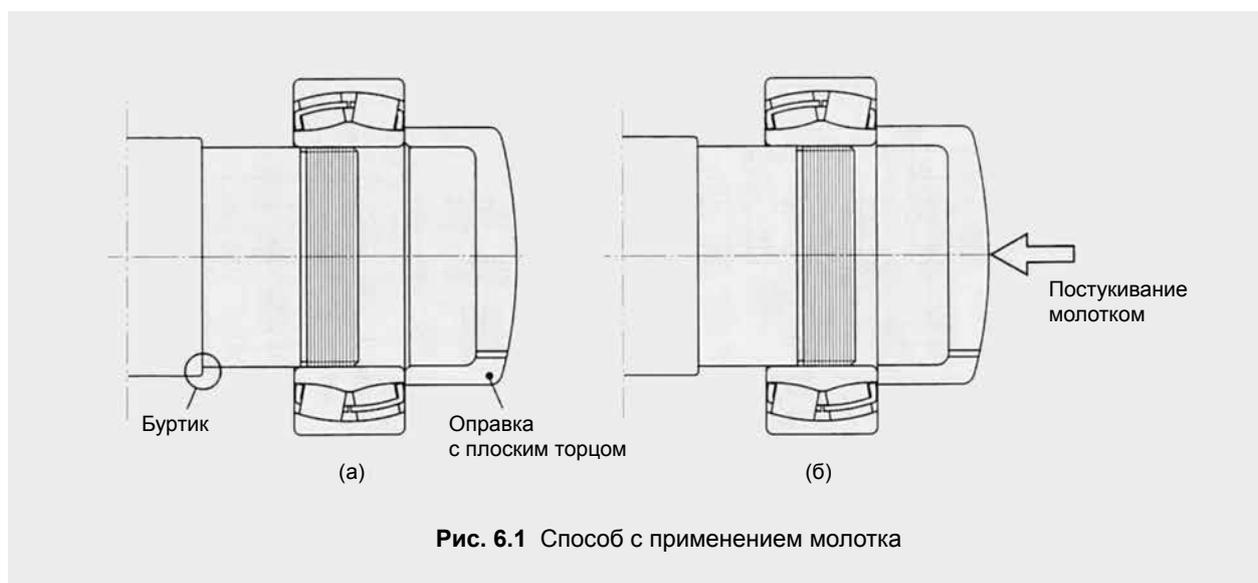

Рис. 6.1 Способ с применением молотка
6.2.1 Монтаж с применением молотка (Рис.6.1)
3. После этого обеспечьте как можно более плотный контакт между начальной частью внутреннего кольца (с фаской) подшипника и местом посадки подшипника на вал, что не позволит создать перекос между торцевой частью оправки и торцом внутреннего кольца на валу (**Рис.6.1 (а)**).
4. Обеспечив перпендикулярность торца оправки оси вала легкими постукиваниями по ударной части оправки, начните напрессовку подшипника. **{Рис.6.1 (б)}**.